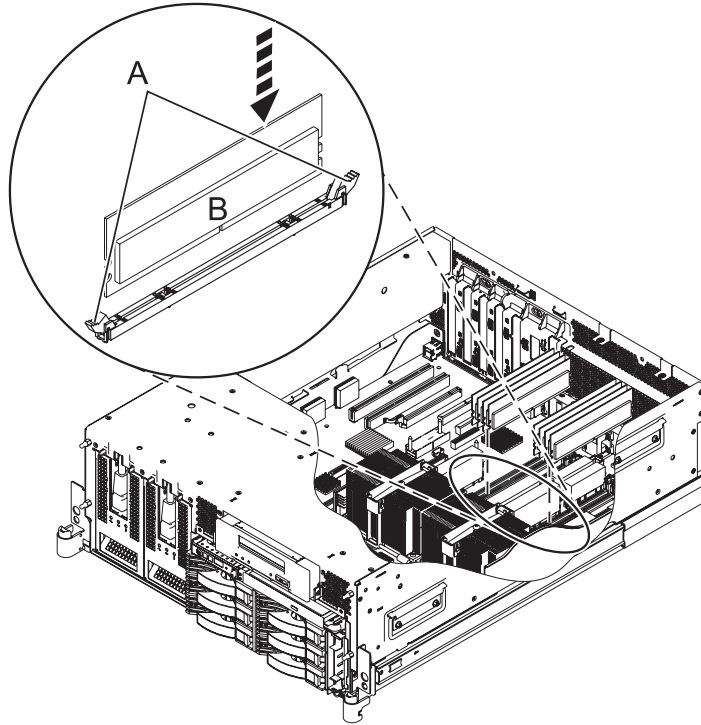

Figure 17. Remplacement d'un module de mémoire
- Vérifiez que le connecteur est prêt à recevoir le module de mémoire. Le cas échéant, retirez le cache du module de mémoire, en abaissant les taquets (A) (voir la figure 17, à la page 22). La pression exercée sur les taquets force le cache à sortir du connecteur.
- Vérifiez que les languettes de verrouillage du connecteur (A) sont déverrouillées avant d'installer un nouveau module de mémoire.
- Maintenez délicatement le module de mémoire (B) par ses deux bords, puis alignez-le avec le connecteur.
- Poussez fermement le module de mémoire (B) dans le connecteur jusqu'à ce que les taquets de verrouillage du connecteur soient verrouillés.